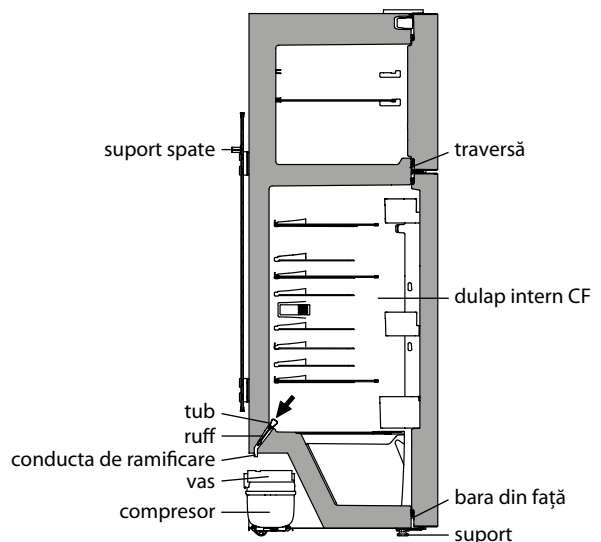

Figura 6
3.3.1 În CF se folosește un sistem automat de dezghețare. Bruma care apare pe peretele din spate al CF se topește într-un ciclu de dezghețare atunci când compresorul este deconectat și se transformă în picături de apă. Picăturile de apă topită se scurg în tavă, prin orificiul din tub întră în vasul de pe compresor în conformitate cu figura 6 și se evaporă. În orificiul tăvii este instalată o perie pentru a elimina înfundarea sistemului de scurgere.
- spălați ruful și instalați în funcție de figura 6.
din față către compartimentul interior al CC, în conformitate cu figura 6, poate provoca coroziunea dulapului exterior al frigiderului și elementelor de răcire a unității frigorifice, adeteriora izolația termică, duce la defectarea dulapului frigiderului.